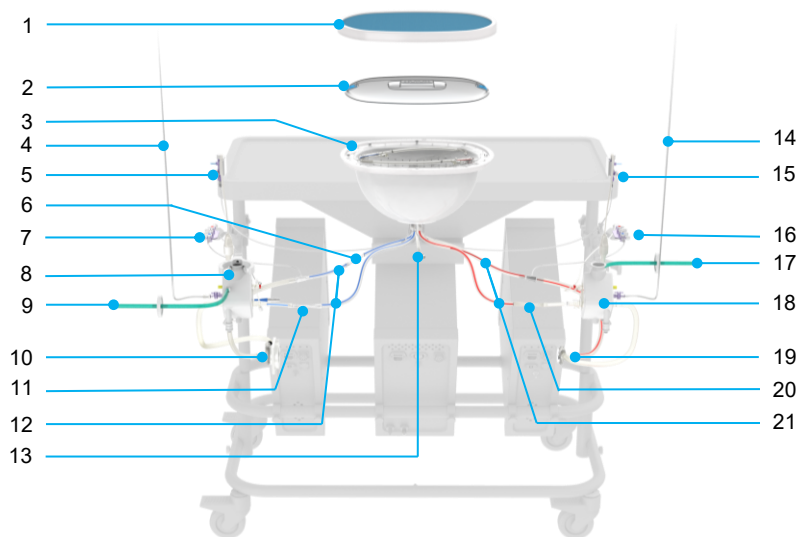

Figura 9 Liver Assist Perfusion Set
Sul trolley è montato un piano d'appoggio, per creare una superficie di lavoro. Sul piano di lavoro è presente il vano per il reservoir del fegato; una cavità dove è possibile posizionare il reservoir del fegato del set di perfusione monouso (vedere la sezione della Figura 9, voce 3). Le proprietà di isolamento termico del piano d'appoggio consentono di mantenere la temperatura di perfusione nel reservoir del fegato. La copertura termica presente sotto il piano d'appoggio protegge i tubi dall'aria calda emessa dall'unità termica. Sui due lati del piano d'appoggio è presente un supporto per il trasduttore di pressione dove posizionare i trasduttori di pressione monouso alla stessa altezza del fegato; i supporti per i trasduttori di pressione sono dotati di staffe che impediscono di spostare accidentalmente la valvola del trasduttore di pressione. Su ogni lato del trolley è presente un supporto per l'ossigenatore dove posizionare i due ossigenatori del set di perfusione. Inoltre, i supporti sono dotati un morsetto per la rampa per il campionamento.
I set di perfusione sono materiali di consumo monouso adatti a contenere sia il fegato che la soluzione di perfusione durante ogni perfusione (vedere la Figura 9). I componenti sono sterili e confezionati in un vassoio in polietilene sigillato con un foglio in Tyvek.
- Collegare i sensori di flusso (Figura 17) ai tubi in silicone (Figura 9, voci 11 e 20) posizionati in prossimità del lato arterioso degli ossigenatori dei circuiti PV e HA.